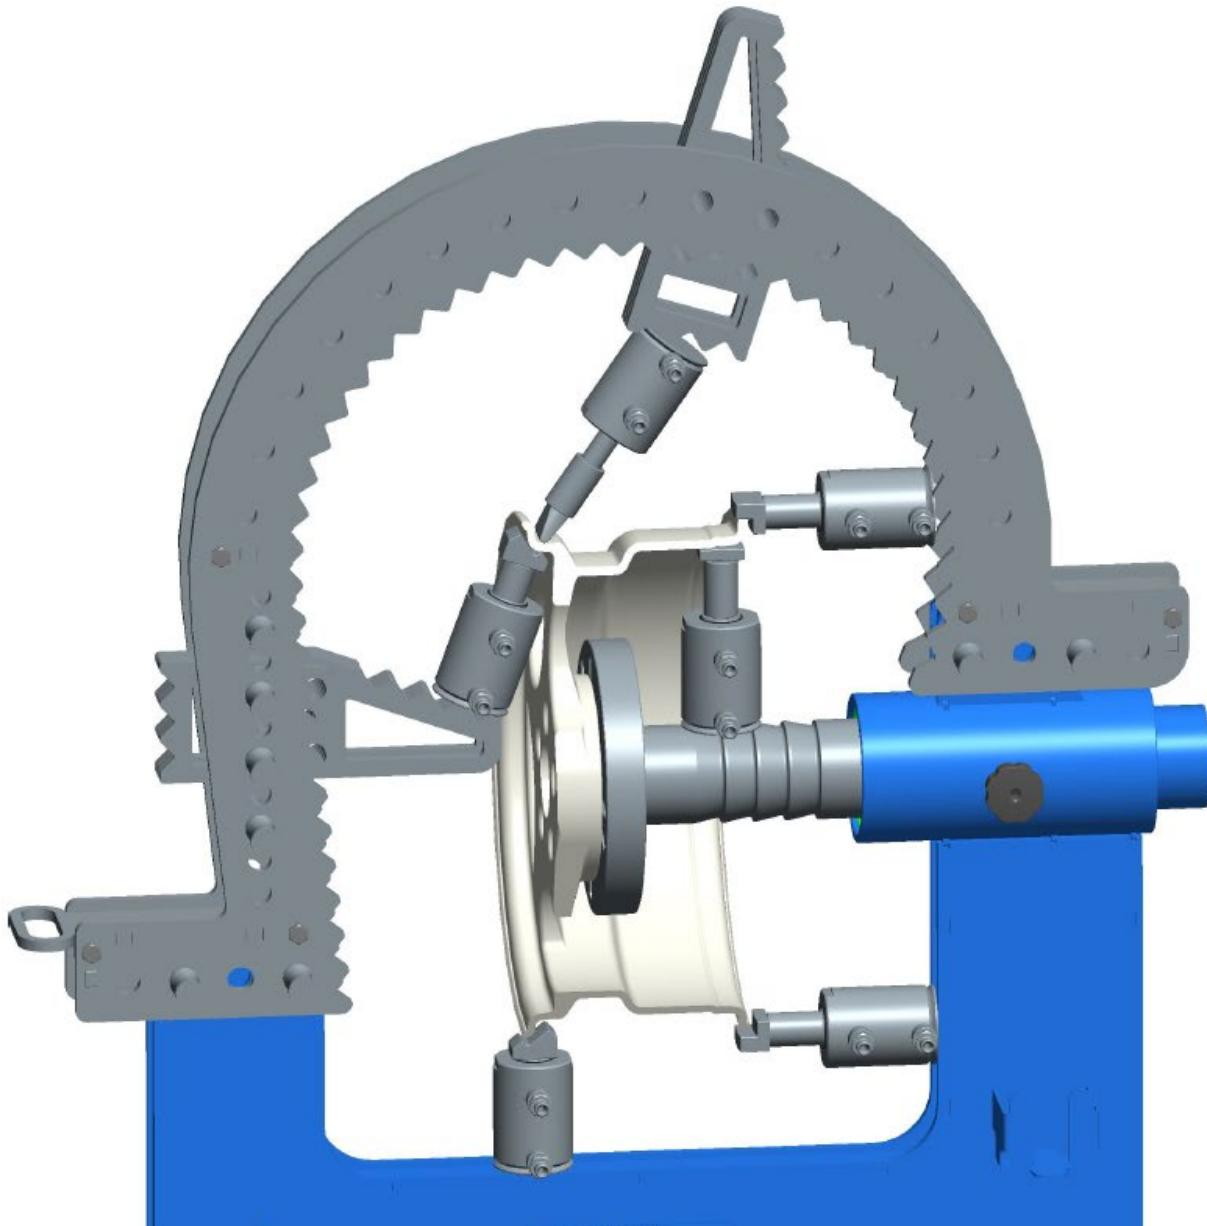

Рисунок 7.4 - Примеры расположения гидроцилиндра
7.4 Подберите рихтующую насадку соответствующего профиля и вставьте её в шток гидроцилиндра D60. В зависимости от расстояния от упора гидроцилиндра до места правки можно воспользоваться удлинителями и переходниками из комплекта принадлежностей. При необходимости прогрейте диск, предназначенный для правки, с помощью промышленного фена или другого источника тепла до температуры 150...250 °C. Температура прогрева зависит от типа сплава, из которого изготовлен диск. Включите электродвигатель гидравлического насоса. Вращая колесо, произведите рихтовку дефектного участка, продвигаясь от краёв исправляемой зоны к её центру (рисунок 7.4).